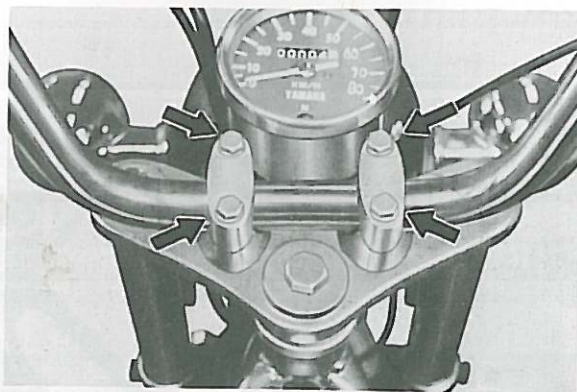

Fig. 5-7-2
6. Remove handlebars and put aside. (Fig. 5-7-2)
6. Enlever le guidon et le mettre de côté. (Fig. 5-7-2)
6. Lenkstange abnehmen und zur Seite legen. (Fig. 5-7-2)